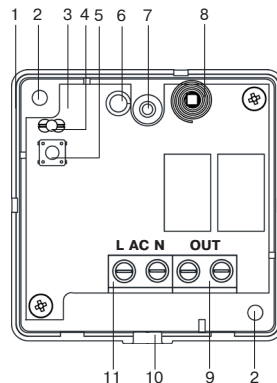

Рисунок 1 – «СН-ВЫКЛЮЧАТЕЛЬ», вид со снятой крышкой
7.4 В случае отсутствия прерывистого включения индикатора зеленым цветом (режим «Связывание»), нажмите и удерживайте функциональную кнопку (поз. 5, рис. 1) не менее 8 с до появления индикации режима связывания.
8.1 Для оценки качества радиосвязи с ППК нажмите функциональную кнопку (поз. 5, рис. 1) и удерживайте ее в течение не менее 3-х с, но не более 6 с.